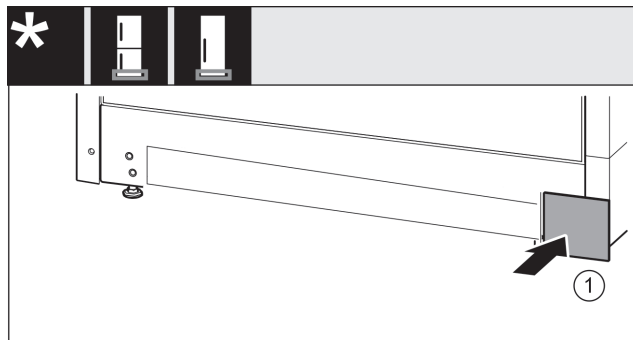

Fig. 20
- Poggiare nuovamente la copertura sull'altro lato. Fig. 20 (1)